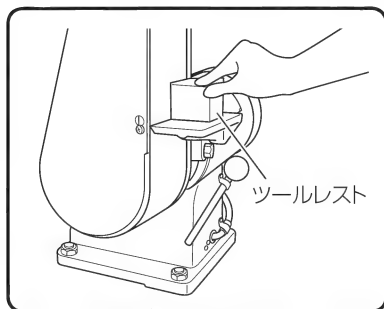

図 14
(3) 定盤は立てて使用することもできますので、この場合はツールレストに被研削物を乗せて、研磨ベルトに軽く押し付けます。(図 14)